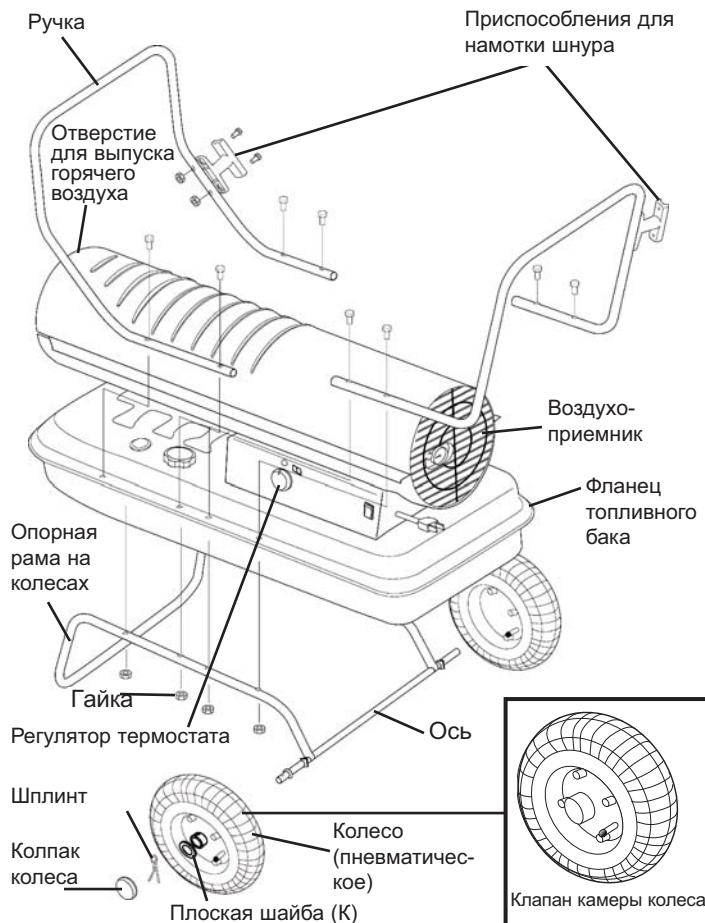

Рисунок 7. Сборка моделей KFA-125T/175T/215T
2. Наденьте колеса на каждый конец оси, убедившись, что стержень клапана (если колеса пневматические) находится с внешней стороны (**см. рис. 7**).
1. Совместите отверстия на приспособлении для намотки шнура с соответствующими отверстиями на передней рукоятке. Вставьте в отверстия винты (В), наденьте на них гайки и затяните (**см. рис. 7**).